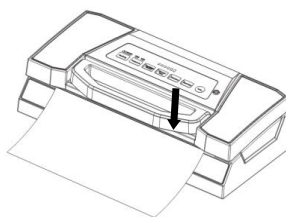

Fig.1
1. Appuyez sur le bouton Mise sous Vide par Pulsation, l'appareil commence à mettre sous vide le sac. Observez l'état de la pression de mise sous vide à l'intérieur du sac. Relâchez le bouton Mise sous Vide Par Pulsation immédiatement lorsque la pression de mise sous vide désirée est atteinte.-- **Fig 1**